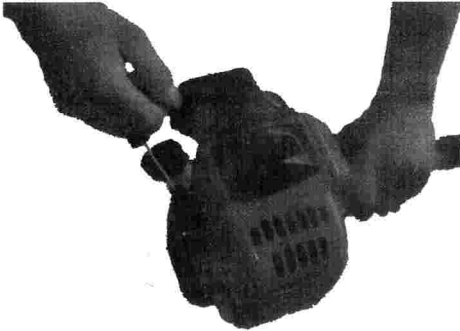

Imagen 28
1. Coloque la herramienta firmemente en el suelo, asegurándose de que esté estable y de que el accesorio para podar no esté cerca de ninguna persona u objeto. Sujete la empuñadura del tubo exterior con su mano izquierda y agarre la cuerda del arranque con su mano derecha. Ver Imagen 28.